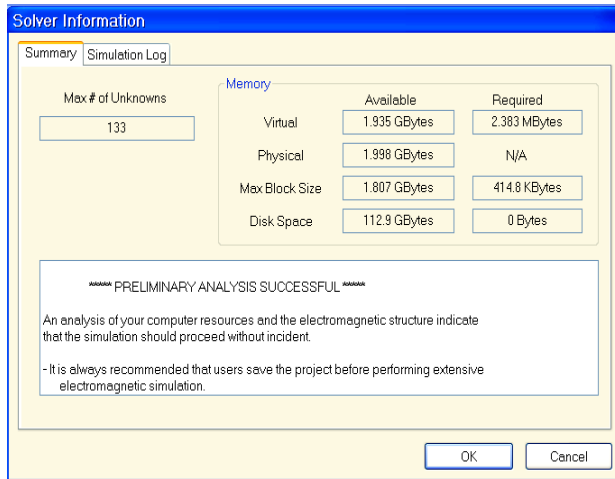

Рис. 6.33
1. Дважды щёлкните левой кнопкой мышки по подгруппе **Information** (Информация) стержневого фильтра (**Interdigital Filter**) в группе **EM Structures**. Откроется диалоговое окно **Solver Information** (Информация решающего устройства). В этом окне (рис. 6.33) на вкладке **Summary** отображается доступное (**Available**) и необходимое (**Required**) количество памяти на компьютере для моделирования и оценочное время анализа. Ознакомившись с этими данными, закройте окно, нажав **OK**.